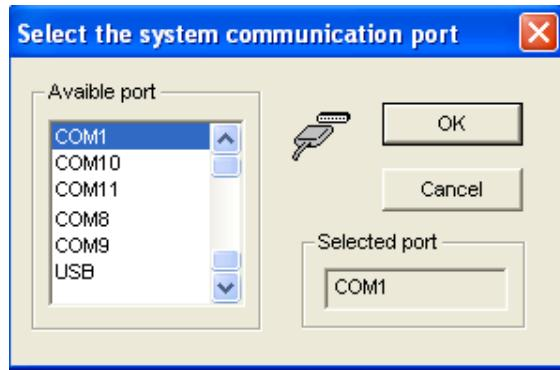

Рисунок 7 – Выбор СОМ или USB порта.
3.3.8 В отобразившемся диалоговом окне (см. Рисунок 7) выберите последовательный порт ПК или порт USB, к которому подсоединенен принтер (в примере COM1), и нажмите на кнопку «OK».